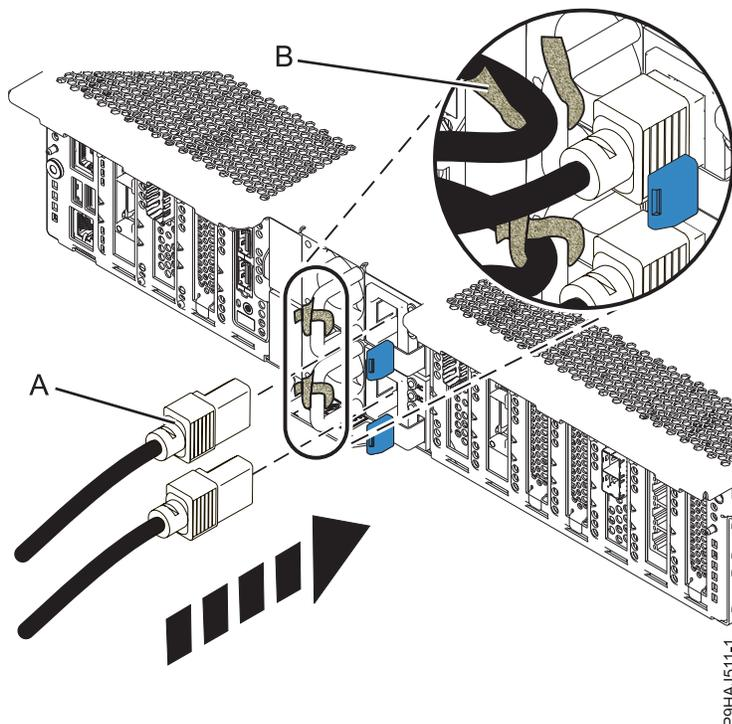

Figura 21. Conectar los cables de alimentación
2. Mediante las etiquetas, vuelva a conectar los cables de alimentación (A) a la unidad del sistema. Sujete los cables de alimentación al sistema utilizando los mecanismos de sujeción (B) tal como se muestra en la Figura 21.